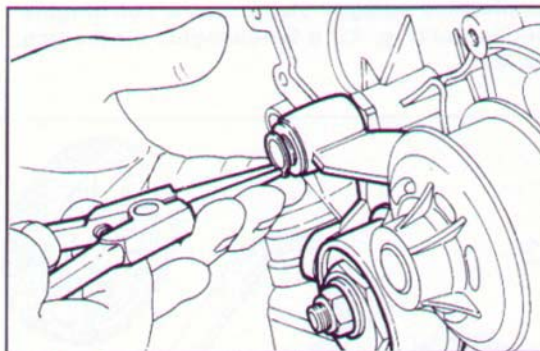

Fig. 31 ▲
- togliere l'anello seeger e sfilare il supporto galoppino lato destro (Fig. 31);
- remove the Seeger ring and take out the tightening pulley support from the right side (Fig. 31);